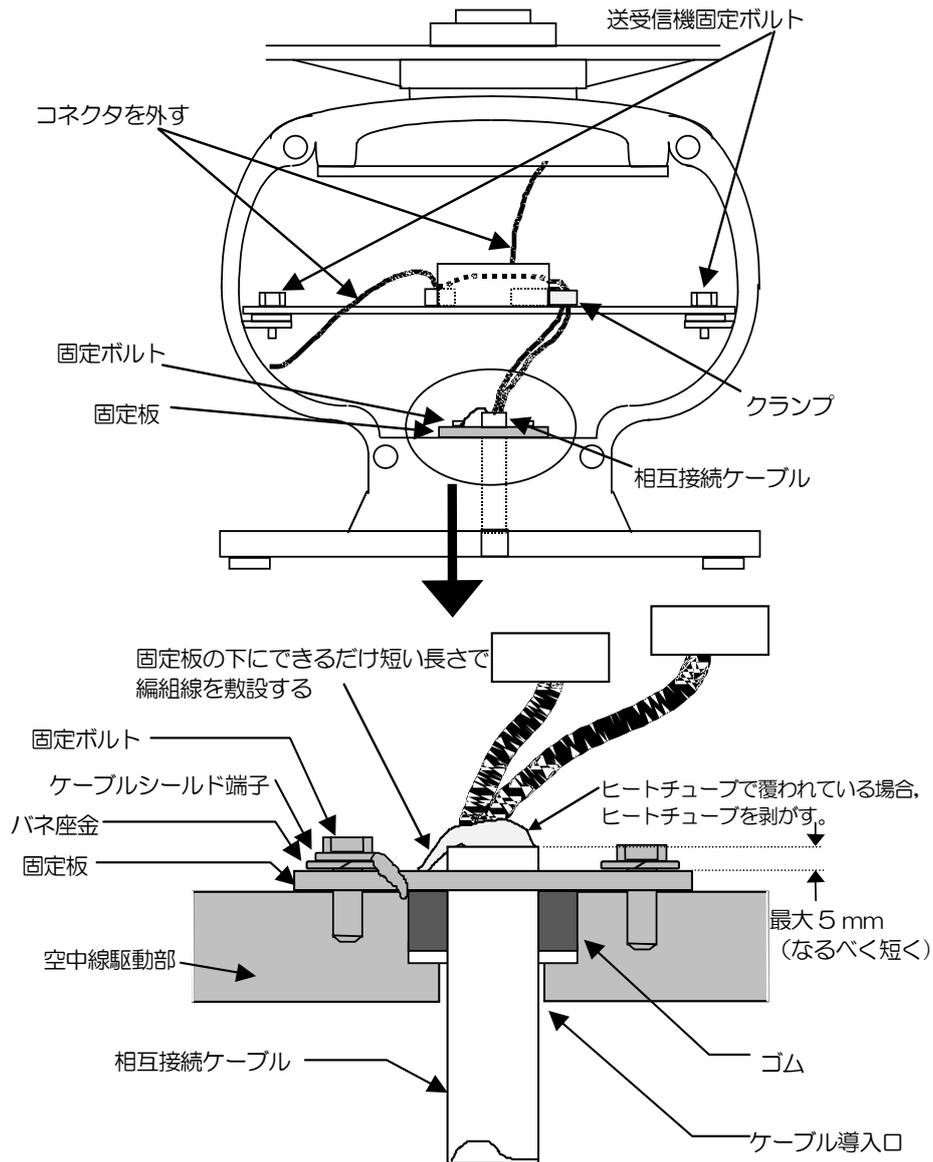

図3.9 相互接続ケーブルの取り付け
3.7.2 相互接続ケーブル (MDC-1540/1560/1510/1520 オープンアンテナ) (図3.9参照)
- ① 電源が切れていることを確認してください。
- ② Tレンチを用いて、空中線駆動部の背面カバーを外してください。
- ③ 送受信機を固定しているボルト2個を外してください。その後、コネクタ2個（モータ用X1 または J4 と船首スイッチ用X2 または J3）を外し、送受信機を引き出してください。
- ④ ケーブル導入口の固定板を止めている2本のボルトを、外してください。
- ⑤ 金属固定板、ケーブルを固定するゴムシール、および座金をアンテナから外してください。下記図面を参考に、ケーブルを通し、上記品目を、再度、取り付けボルトでしっかり締めてください。
- ⑥ 送受信機を元の場所に戻し、前に取り外したボルトでしっかりと固定してください。
- ⑦ ケーブルについている2個のコネクタのうち、7ピンコネクタをプリント板の X11 または J2 に、また9ピンコネクタを X12 または J1 にそれぞれ接続してください。上記④では